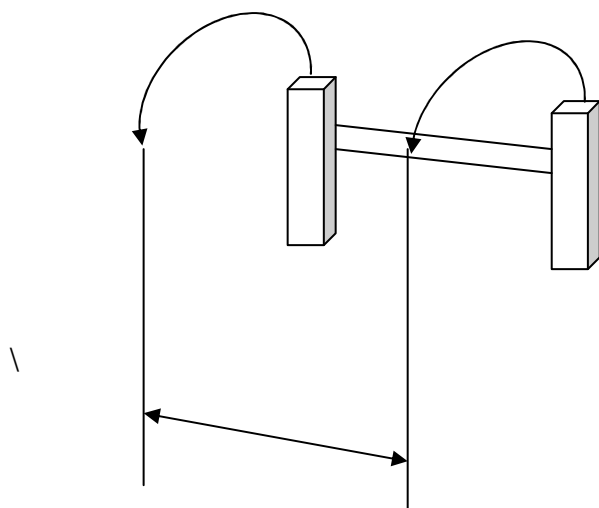

Figura 2 – i due punti di contatto dei ganci
6.1.2 Nel punto in cui i due ganci sono fissati fianco a fianco, i punti di contatto non devono essere inferiori a 250 mm l'uno dall'altro. (figura 2)